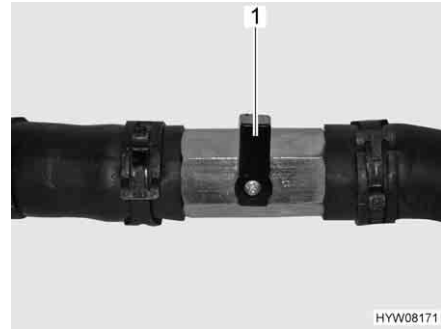

Fig. 199 Llave de paso cerrada
- Poner la palanca (Fig. 199,1) transversalmente a la tubería.